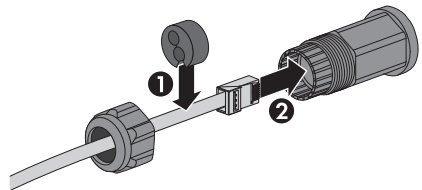

Imagen 2.20. Recorrido de los cables a través de los racores atornillados para cables
2. Guíe los cables por la base del inversor a través de los racores atornillado para cables. Consulte la imagen 2.20